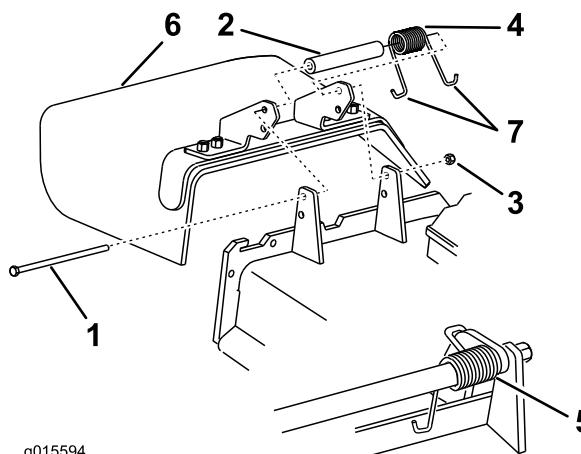

Figure 104
Remarque: Prenez soin de placer une extrémité en J du ressort derrière le bord du tablier avant de mettre le boulon en place, comme montré à la Figure 104.
6. Accrochez l'extrémité en J du ressort au déflecteur d'herbe (Figure 104).
1. Retirez le contre-écrou, le boulon, le ressort et l'entretoise qui fixent le déflecteur aux supports de pivot (Figure 104).
2. Enlevez le déflecteur s'il est endommagé ou usé (Figure 104).